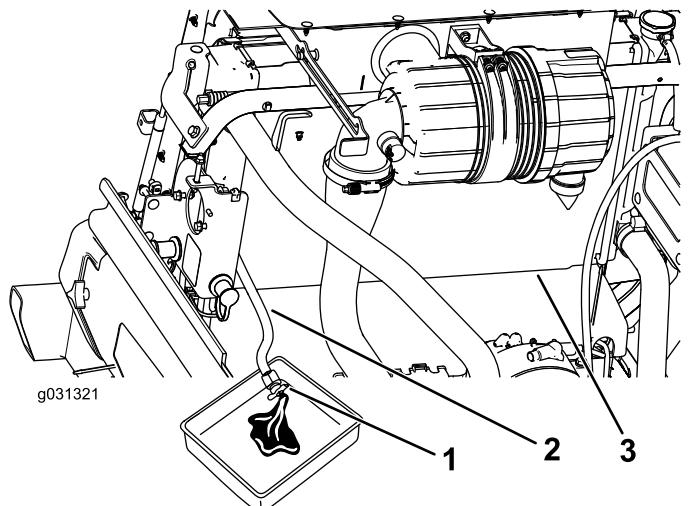

Bild 111
- 4. Schließen Sie das Ablassventil am Kühlerablassschlauchs (Bild 111).
3. Legen Sie das Ende des Kühlerablassschlauchs in eine Auffangwanne und öffnen Sie das Ablassventil am Kühlerschlauch und lassen die Flüssigkeit in eine Auffangwanne ablaufen (Bild 111).